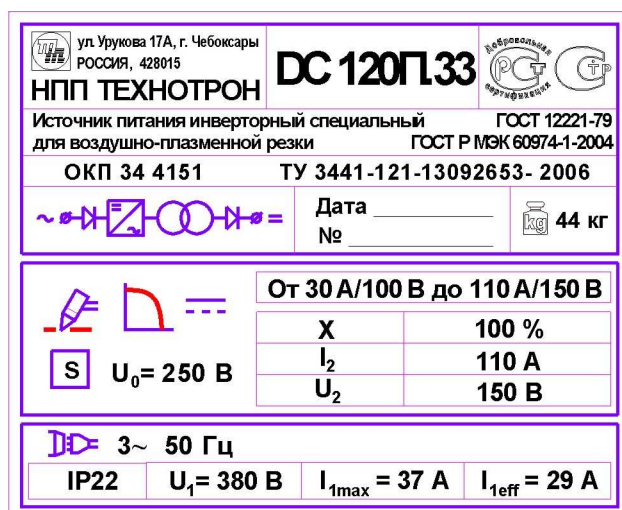

Рисунок 5 – Табличка на ДС 120П.33
1.5.2 Предупредительный знак опасного напряжения, знак заземления и надписи, поясняющие назначение элементов, расположены на задней панели. Там же прикреплена табличка (рисунок 5) содержащая три секции: